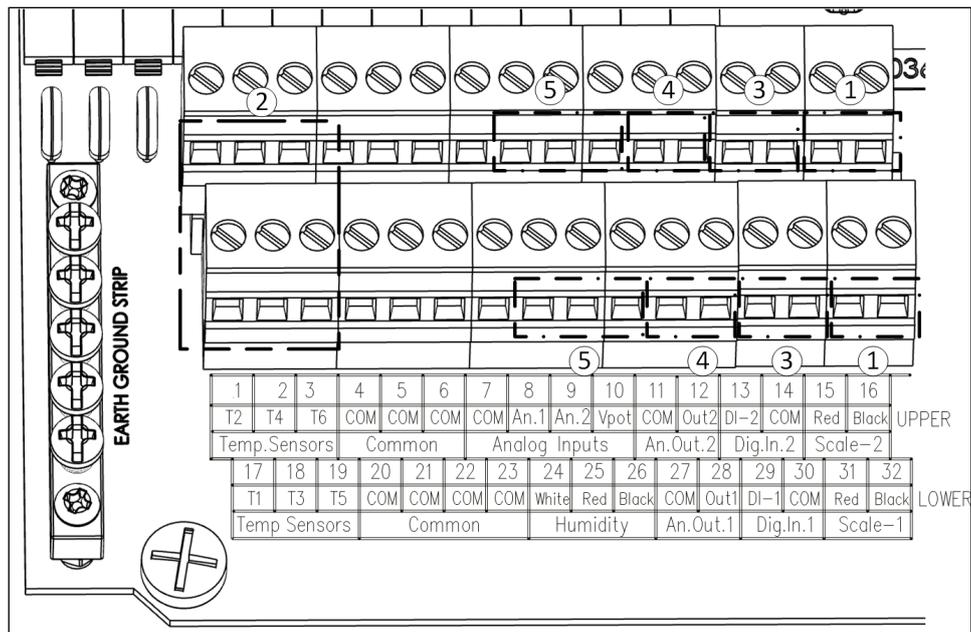

Figura 9: Funções dos terminais
- Figura 9: Funções dos terminais, página 99